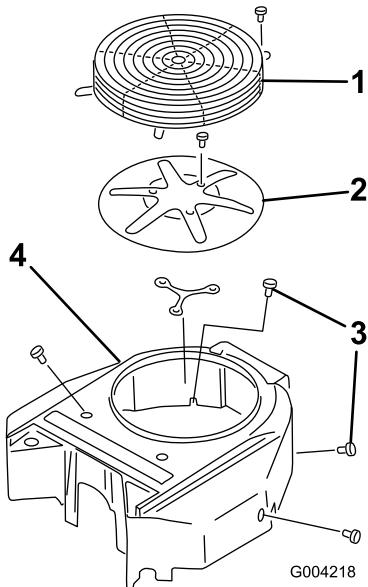

Figura 43
- Retire el protector, la rejilla de entrada de aire y la carcasa del ventilador (Figura 43).
- Instale el protector, la rejilla de entrada de aire y la carcasa del ventilador (Figura 43).